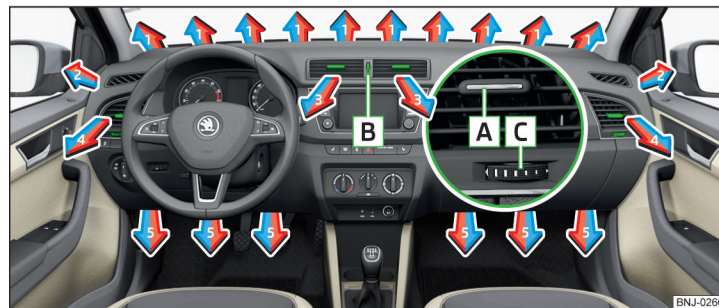

Fig. 126 Fantele de ventilație
La fantele de ventilație **3** și **4** » fig. 126 se poate modifica direcția curentului de aer, iar duzele se pot deschide și închide și individual.
Reglarea sensului de curgere a aerului are loc prin deplasarea servoelementului **A** » fig. 126 în direcția dorită.
- › Rotiți regulatorul **B** în sus » fig. 126.
- › Rotiți regulatorul **B** în jos » fig. 126.
| Setarea direcției fantei de ventilație  | Gurile de ventilație » fig. 126 |